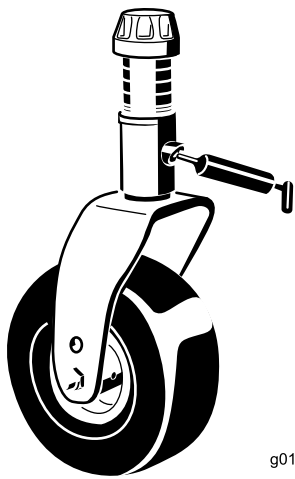

Figure 44
- Bague d'axe de fourche de roue pivotante (1) (Figure 44)
- Bagues de pivot de bras de poulie de tension (1) (sur le bras de poulie de tension)